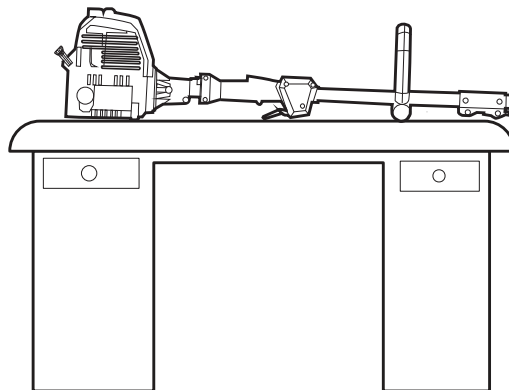

Fig. 19
2. Apoye el equipo sobre una superficie plana y nivelada, como una mesa de trabajo. La carcasa del cabezal de corte debe sobresalir del borde de manera que el motor esté nivelado (Fig.19).